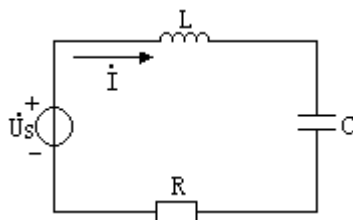

图 4-1 图 4-1 RLC 串联电路
1. R、L、C 串联电路 (图 4-1) 的阻抗是电源频率的函数，即：